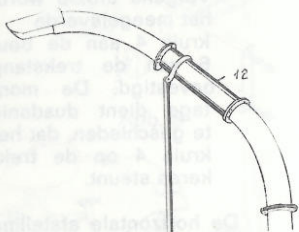

Abb. 14
Bei einem nebenherfahrenden Häckselwagen ist die Anbringung einer Rohrverlängerung 12 notwendig. Abb. 14.
Where are cart travels alongside, it will be necessary to attach an extension pipe (12). See Fig. 14.
Lorsque la remorque de fourrage se déplace à côté du hacheur, la prévision d'une rallonge de goulotte 12 s'avère nécessaire. Fig. 14.
Con un carro della trinciatrice disposto di fianco è necessario prolungare il tubo con il pezzo 12 (fig. 14).
Indien de hakselwagen naast de trekker meerrijdt, heeft u een verlengstuk 12 op het zwenkstuk nodig. Afb. 14.